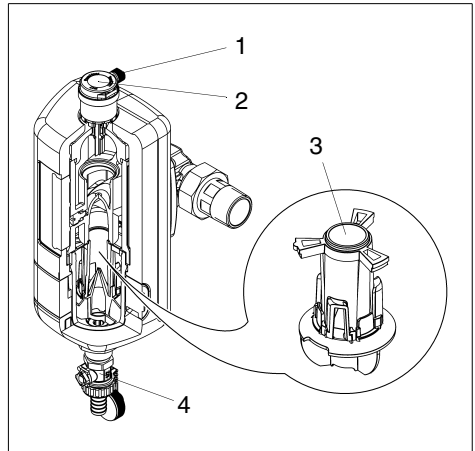

Abb. 5: Zentrifugalabscheider
- Im Auslieferungszustand ist die Verschlusskappe (1) am Ausgang des Schnellentlüfters (2) eine Umdrehung geöffnet, um ein ungehindertes Entweichen der Luft zu gewährleisten (siehe Abb. 5).
Durch den Einbaudrehflansch strömt Heizungswasser in den Magnetitfilter. Die im Heizungswasser befindlichen Schmutzpartikel werden durch den Strömungsteiler (3) in Rotation versetzt und wie in einer Zentrifuge nach außen getragen (siehe Abb. 5). Dort angekommen, sinken sie an der Innenwand des Gehäuses ab. Die Schmutzpartikel werden am Kartuschenboden angereichert und müssen in vorgegebenen Zyklen über den Kugelhahn (4) ausgespült werden (siehe Kapitel „Spülung“ und „Spülintervall“). Die im Heizungswasser vorhandenen Gase werden in der oberen Gehäusekammer gesammelt und über den integrierten Schnellentlüfter abgeführt.